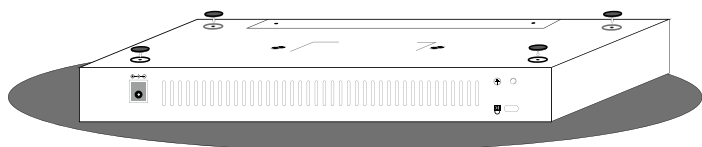

图 2-1 桌面安装示意图
**步骤 2：**将 4 个脚垫粘贴在机壳底部四角对应的圆形凹槽中，如图 2-1 所示；